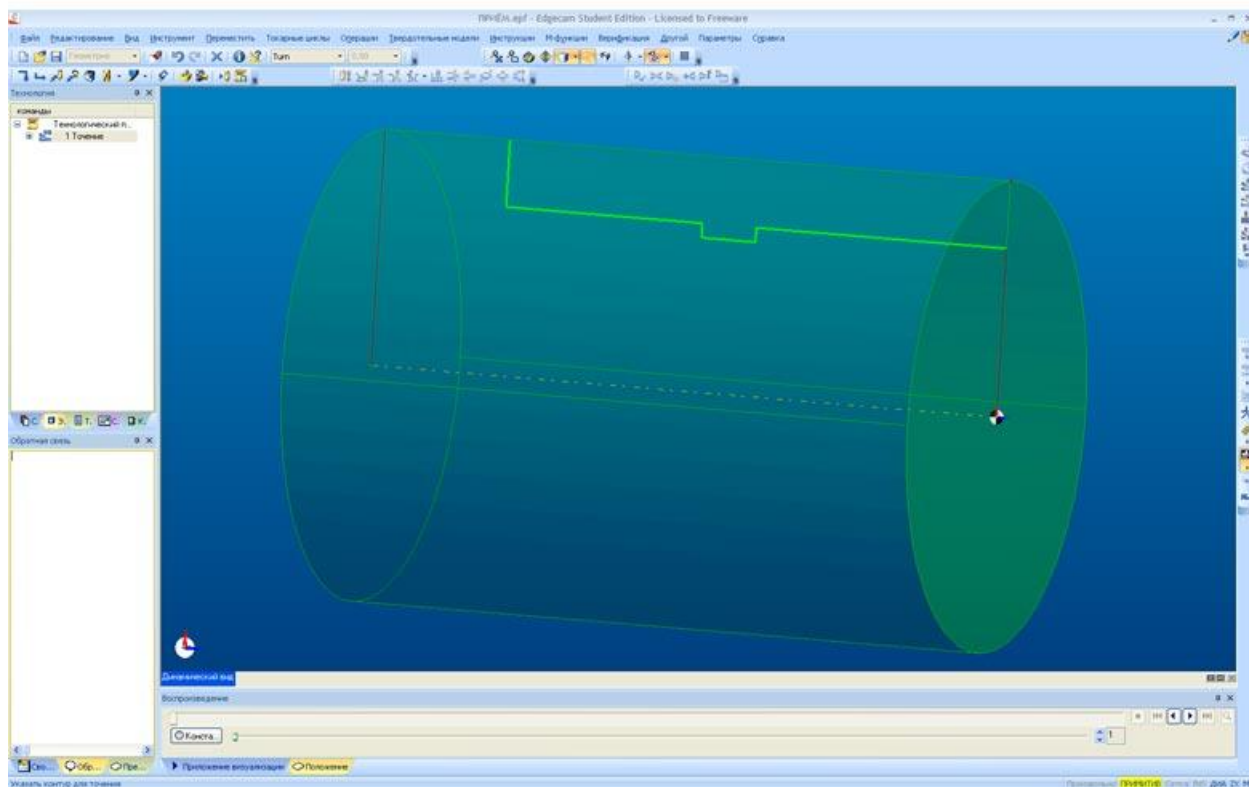

Рис. 3. Edgescam. Операция Точения в токарной обработке
1. обрабатываемый контур (рис.3);